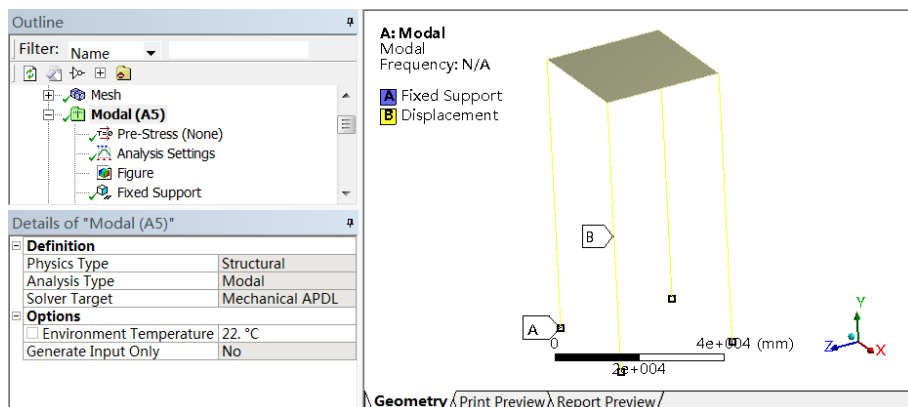

图 13-9 X 向位移约束
5) 选中“Displacement”，选择所有 4 条支撑边缘，单击 Details of “Displacement” 细节窗口中“Geometry”选项下的“Apply”按钮，即可在选中边缘上施加位置约束。此时设置 X 向的位移为 0，如图 13-9 所示。